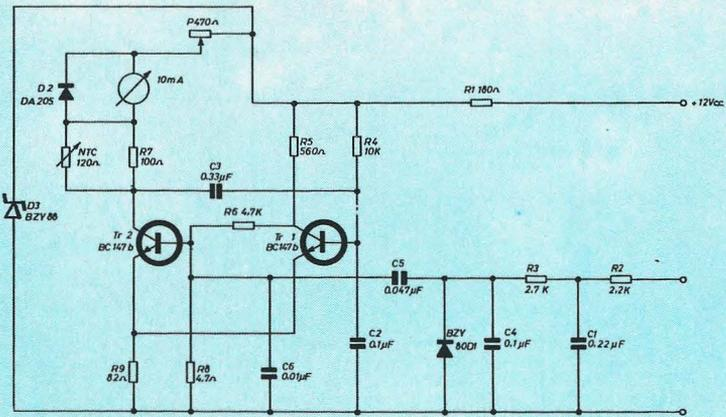

Figure 3
Le compte-tours VEGLIA-BORLETTI, dont le schéma électrique est visible dans la **figure 3**, branché normalement à une installation à allumage électronique cesse de fonctionner régulièrement.
- 2) Éliminer les condensateurs C1 et C4, de 0,1  $\mu$ F - fig. 3.
- 3) Éliminer le condensateur C5 de 0,047  $\mu$ F, fig. 3 et le remplacer par la diode D1.